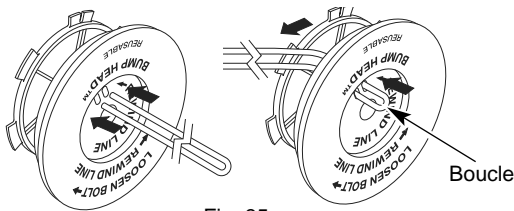

Fig. 35
- Découpez environ 6 m (20 pi) de fil neuf et faites-en deux boucles de longueurs égales. Insérez chaque extrémité de fil dans l'un des deux trous du moulinet (Fig. 35). Tirez le fil a travers le moulinet pour que la boucle soit le plus petit possible.